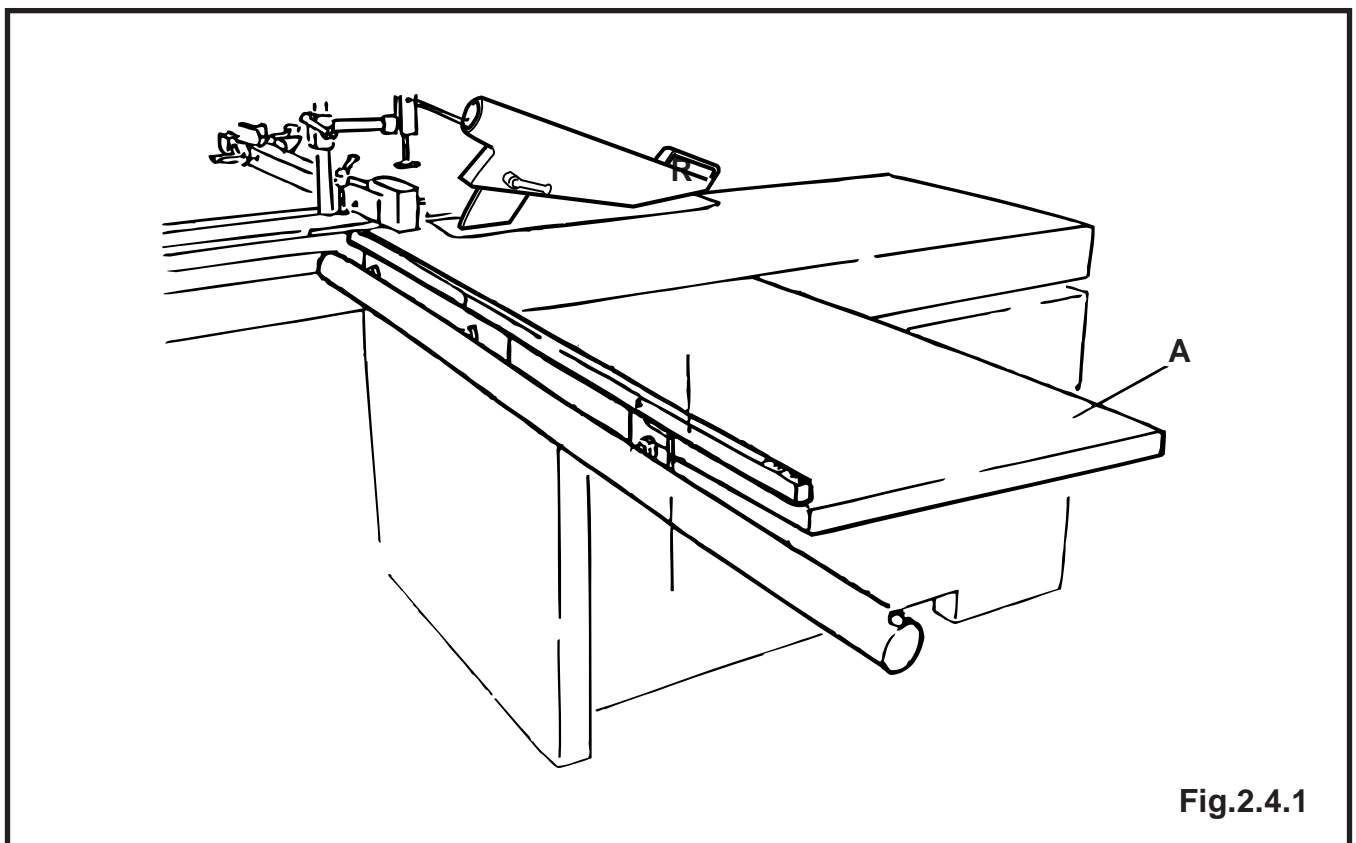

Fig.2.4.1
Barra cilindrica B fig. 2.4.1
Piano d'appoggio supplementare A fig. 2.4.1
Rod (B, fig. 2.4.1)
Additional work table (A, fig. 2.4.1)
Barra cilíndrica B. fig. 2.4.1
Mesa de apoyo suplementaria A. fig. 2.4.1
Ora introdurre dalla estremità della barra il supporto scorrevole P porta guida in alluminio, tenendolo come figura, fig. 2.4.1.a
La guida in alluminio G va bloccata con i pomelli S fig.2.4.1.b
Installare la riga metrica R disponendo delle viti che trovansi sulla piana fig. 2.4.1
Then fit the slide (P), which supports the aluminium fence, on the end of the rod as shown in figure 2.4.1.a.
Lock the aluminium fence (G) in position by using the knobs (S, fig. 2.4.1.b).
Metric scale (R): Fasten it by using the screws on the work table (fig. 2.4.1).
Instalar la línea métrica R, disponiendo de los tornillos que se encuentran sobre la mesa, fig. 2.4.1.